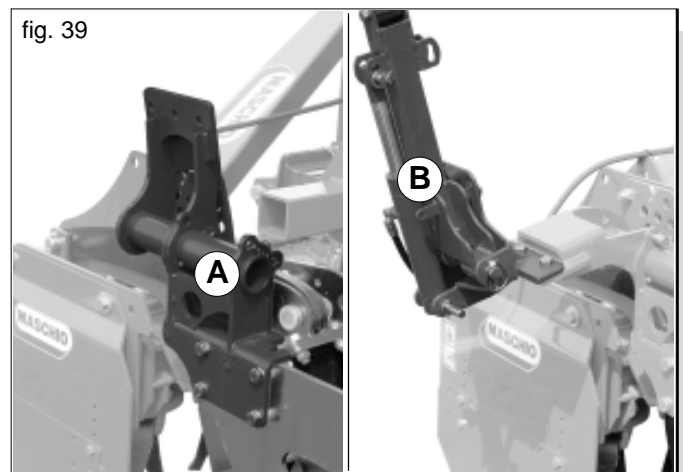

fig. 39
Fissare lateralmente al rullo i supporti (A, Fig. 39) e su essi montare i bracci segnafile (B).